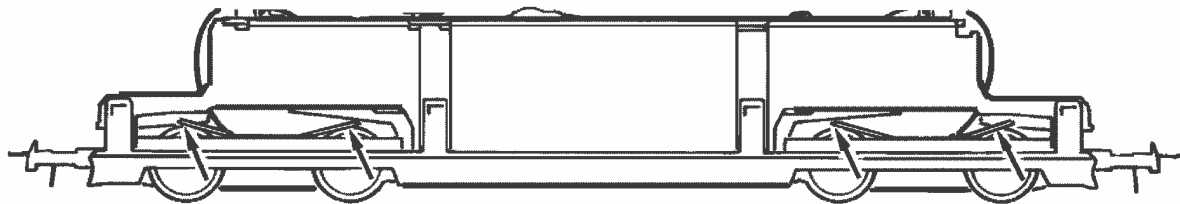
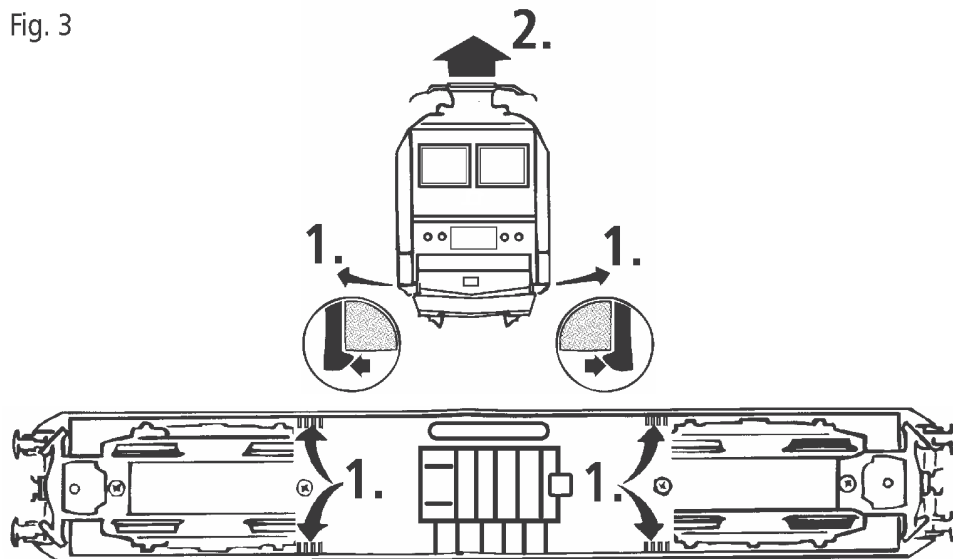

Fig. 8
Fig. 4
3. Haftreifenwechsel: Zuerst den Getriebedeckel abnehmen (Fig. 4). Danach den **Radsatz** herausnehmen und die **Haftreifen** mit einer Nadel od. mit einem feinen Schraubendreher abziehen (Fig. 8). Beim Aufziehen der neuen Haftreifen darauf achten, dass diese sich nicht verdrehen.
3. Change of traction tyre: Remove the gear cover (fig. 4). Take out **wheel set** and remove **traction tyre** using a pin or a fine screwdriver (fig. 8). When pressing on the new traction tyre please **avoid twisting it**.
3. Échange des bandages d'adhérence: Démontez d'abord **le couvercle du carter des engrenages** des engrenages (fig. 4). Délogez ensuite les essieux bandagés et enlevez, à l'aide d'une aiguille ou d'un tourne-vis fin, les bandages d'adhérence (fig. 8). Lors du montage des nouveaux bandages veuillez veiller à ce que les bandages **ne soient pas tordues**.
^{voir} } Fig. 4